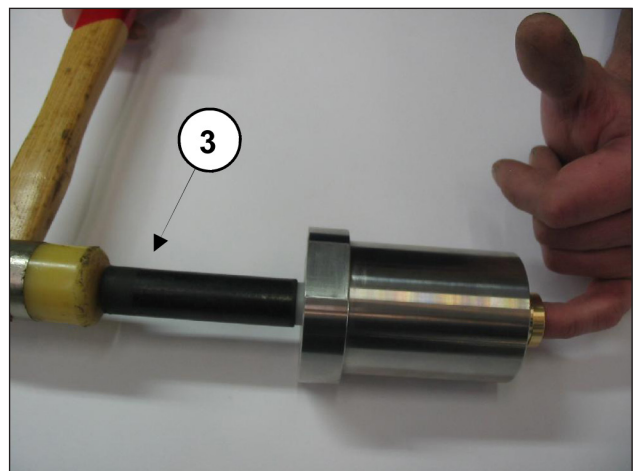
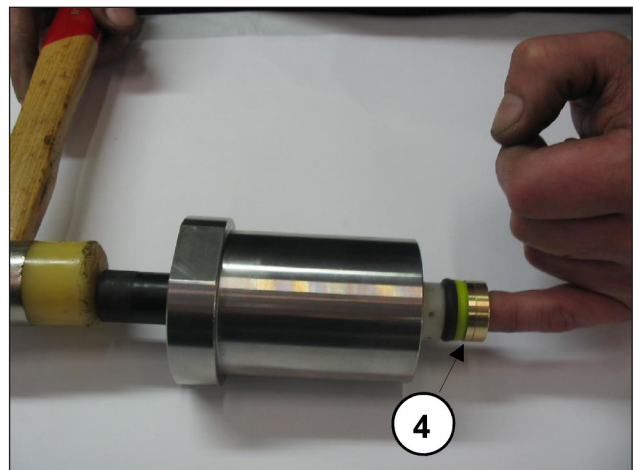

Fig. 34
Fig. 35
- Chemise désassemblée du support des joints, utiliser une goupille en plastique ③ comme le montre la Fig. 34 pour chasser le lot HP (haute pression) ④ comme le montre la Fig. 35.